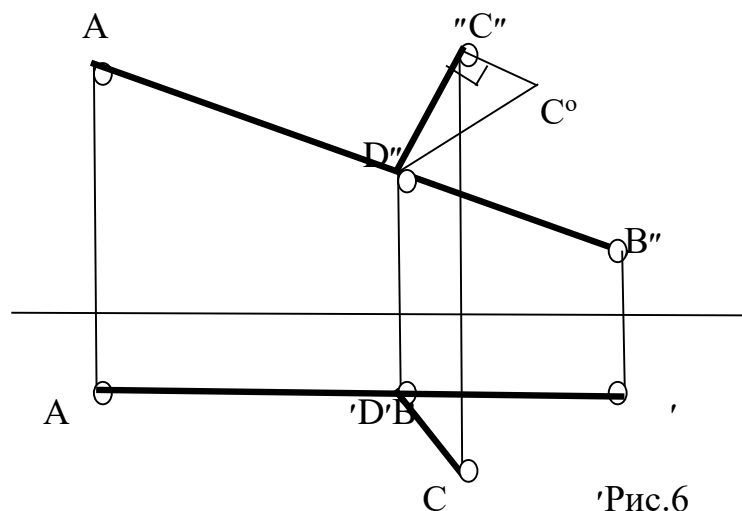

Рис.6
2. Отрезок CD определяет расстояние от точки C до прямой AB . Чтобы найти величину этого отрезка, воспользуемся методом прямоугольного треугольника. Отрезок C^0D'' и натуральная искомая есть величина (Рис.6).